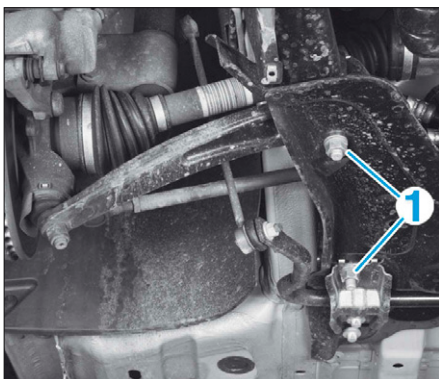

FIG. 11
- Déposer les écrous (1) (Fig.11).